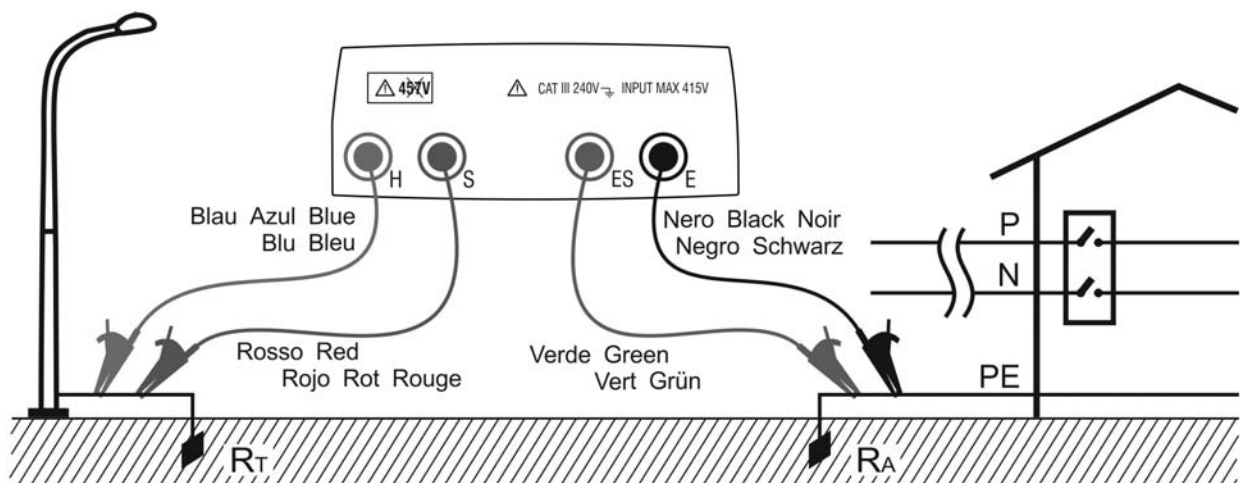
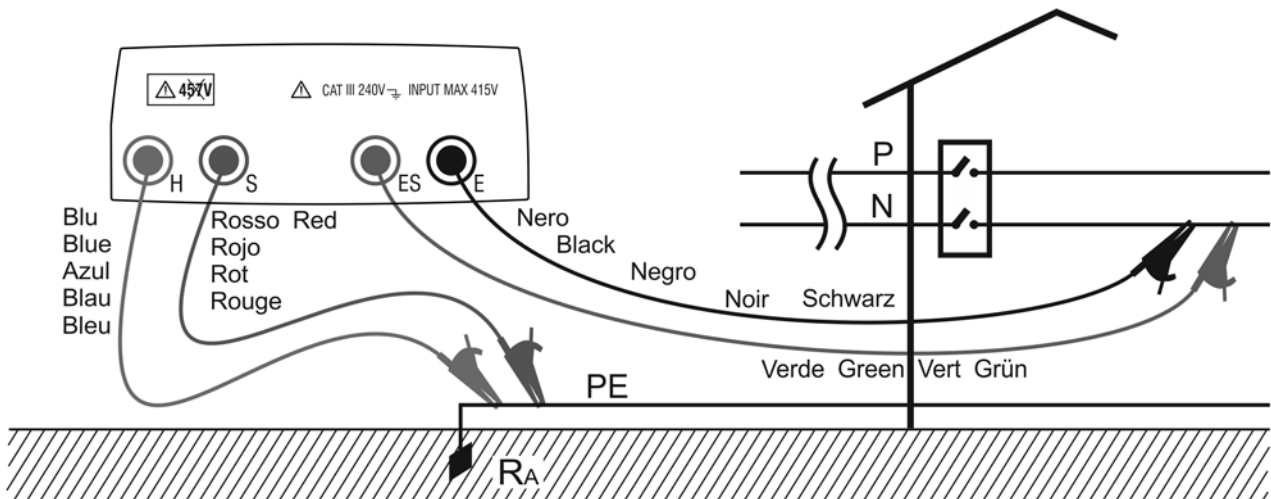

Abb. 4: Erdungswiderstandsmessung mit zwei Kabeln und mit einem Erdspieß
Abb. 5: Erdungswiderstandsmessung mit zwei Kabeln an der Schalttafel
In Abb. 4 wird ein Lampenpfosten als Erdspieß verwendet. Es kann aber auch jeder in den Boden gesteckte Metallgegenstand verwendet werden, solange die oben genannten Bedingungen erfüllt sind.
Das Gerät zeigt die Summe der Werte $R_A + R_T$ als Ergebnis an (siehe Abb. 4 und Abb. 5). Daher liegt der Messwert umso näher an R_A (Erwartungswert), je vernachlässigbarer der Wert R_T des Erdspießes im Vergleich zu R_A selbst ist. Zusätzlich wird die Messung "zur Sicherheit" um R_T erhöht, d.h. wenn $R_A + R_T$ insgesamt mit Schutzleitern abgestimmt sind, gilt dies für R_A allein umso mehr
In den TT-Systemen (siehe Abb. 5) ist es möglich, eine Messung des Erdungswiderstands mit Hilfe des NEUTRAL-Leiters durchzuführen, der direkt an einer mit dem öffentlichen Netz verbundenen Steckdose oder einer Schalttafel abgegriffen und als Hilfs-Erdspieß verwendet wird; wenn außerdem der Erdanschluss verfügbar ist, kann die Messung direkt an der Steckdose zwischen NEUTRAL und ERDE durchgeführt werden.
6. Schließen Sie die Krokodilklemmen an die Erdspieße und an die zu testende Installation an (siehe Abb. 4 und Abb. 5)